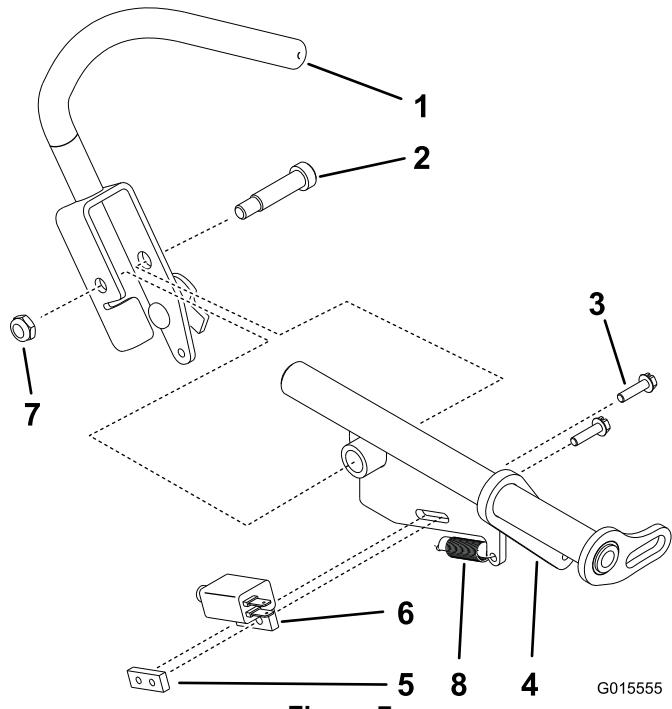

Figura 7
- Desligue a mola do suporte de controlo de movimento do lado direito (Figura 7).
- Retire a mola do interruptor do suporte de controlo de movimento do lado direito (Figura 7).
- Retire o parafuso de olhal e alavanca de controlo de movimento do lado direito do suporte de controlo de movimento do lado direito (Figura 7).
- Instale a alavancas de controlo de movimento do lado direito no novo suporte de controlo de movimento com o parafuso de olhal existente e porca de bloqueio (Figura 7).
- Instale o interruptor OPC existente com os parafusos e porca existente no suporte de controlo de movimento (Figura 7).
- Ligue a mola existente ao suporte de controlo de movimento do lado direito e alavancas de controlo de movimento do lado direito existente (Figura 7).